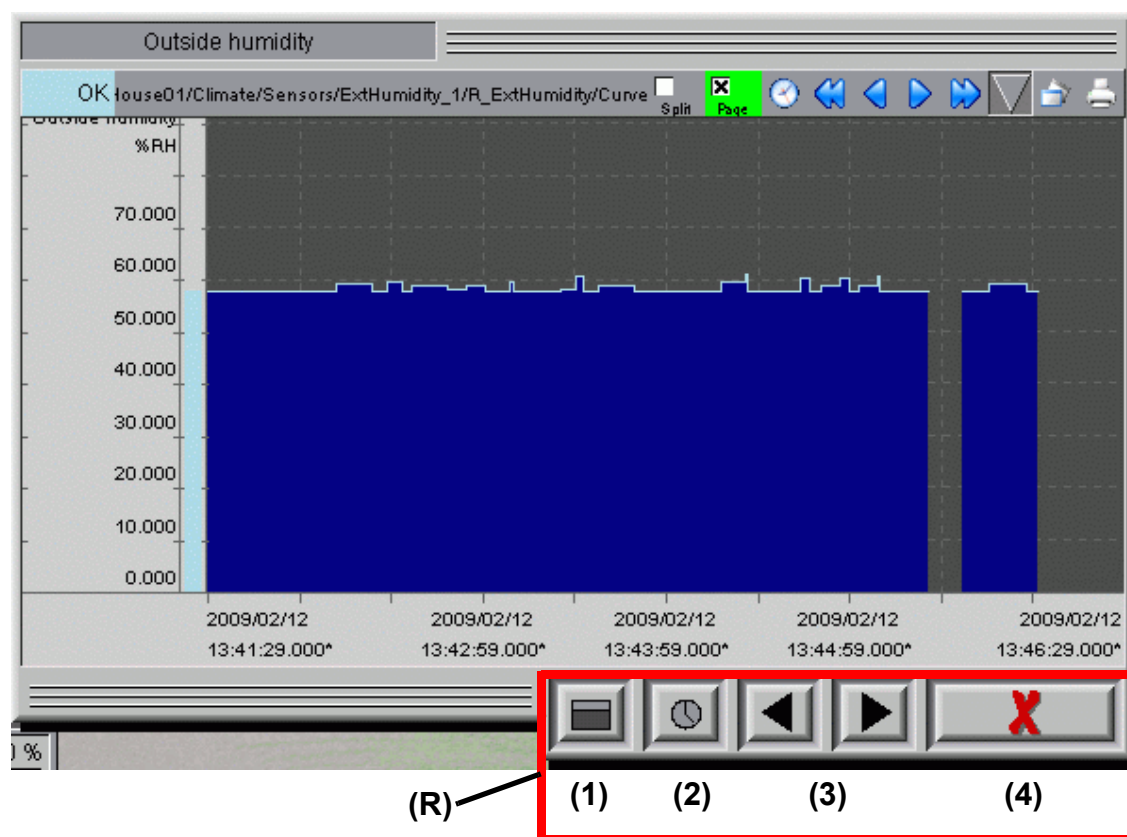

Figura 1-2: Reprezentarea curbei asociate unui senzor
(butoanele 1 până la 4 marcate cu roșu în figura 1-2 (R))